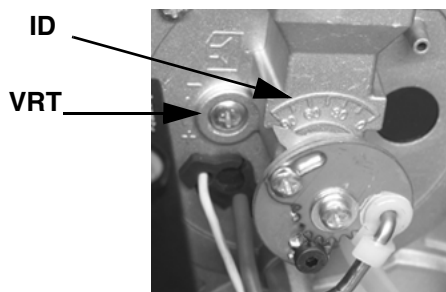
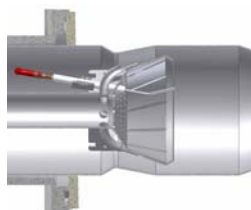
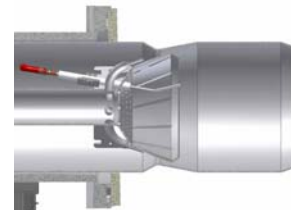

Рис. 5
Рис. 6
Рис. 7
На заводе-изготовителе голова сгорания горелки настраивается на положение максимальной мощности "MAX". Настройка на максимальную мощность соответствует положению головы "выдвинута полностью вперед" - для стандартного типа горелок (Рис. 6) и положению "полностью назад" - для горелок с низкими выбросами NOx (Рис. 7). Установка головы в положение "полностью вперед" - подразумевает под собой ее выдвижение внутрь камеры сгорания котла, в то время положение "полностью назад" означает - в сторону оператора. Что касается работы на сниженной мощности, необходимо последовательно сдвигать голову сгорания по направлению положения "МИН", вращая винт **VRT** (Рис. 5) по часовой стрелке. Индикатор **ID** указывает на сколько перемещается голова сгорания.
- 7 вывести горелку в режим **малого пламени**. Чтобы изменить расход газа - ослабить винт **V1** (Рис. 7) и отрегулировать угол раскрытия дроссельного клапана, при вращении пластинки **C** (по часовой стрелке - уменьшается расход газа,, против часовой стрелки - увеличивается). Индикатор **S** указывает угол раскрытия